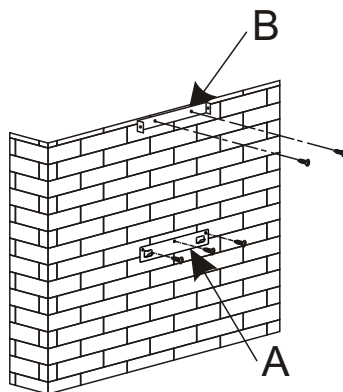

Fig. 1
(fig. 1)
- Percez les 3 trous de 8mm à l'emplacement adéquat et insérez les chevilles (pièce A fig. 1).
- Fixez le support de fixation de la hotte en veillant à ce qu'il soit parfaitement de niveau (pièce A fig. 1).
– Calculez la hauteur finale pour fixer l'étrier en U de support de la cheminée (pièce B fig. 1).
– Percez les 2 trous de 8mm et fixez l'étrier de support de la cheminée en faisant attention qu'il soit bien dans l'axe de la hotte (pièce B fig. 1).
– Calculez la hauteur finale pour fixer l'étrier de support de la cheminée (pièce B fig. 1).